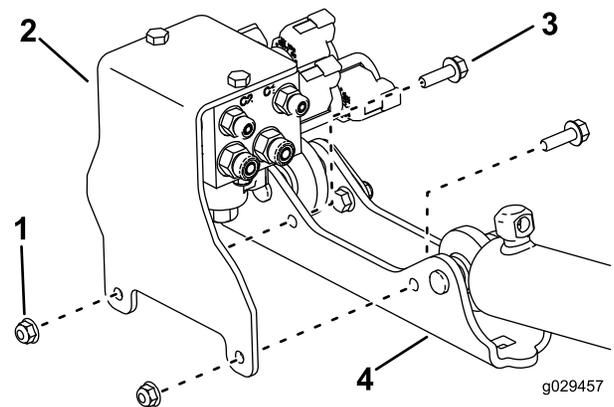

図5
2. シリンダ取り付けプレートからバルブマウントを外す **図5**。